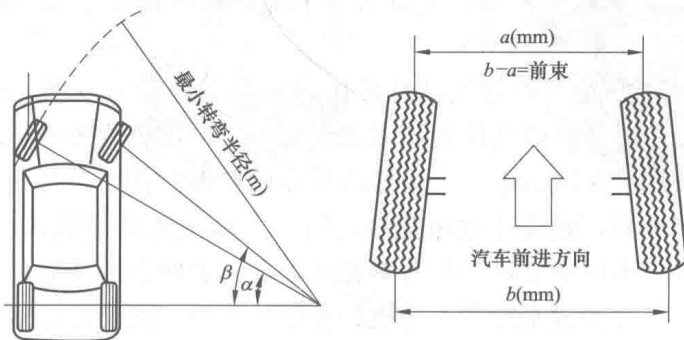

图 1-5 基本参数三
(7) 行李箱容积。行李箱容积是指车尾行李箱的长度 $\times$ 宽度 $\times$ 高度。
(8) 油箱容量。油箱容量是指汽车油箱所能装盛的燃油量(单位:L)。
(9) 整车质量。整车质量是指未载乘客与货物时,已装满燃油、冷却水、润滑油的汽车质量(单位:kg)。
(10) 最小转弯半径。最小转弯半径是指当转向盘转到极限位置时,内、外转向轮中心平面在汽车支承平面上的两个轨迹圆半径中较大的半径称为汽车最小转弯半径,如图 1-5 所示。
(11) 前束。前束是指汽车两前轮轮胎最前面的中心距离与轮胎最后面的中心距离之差,如图 1-5 所示。